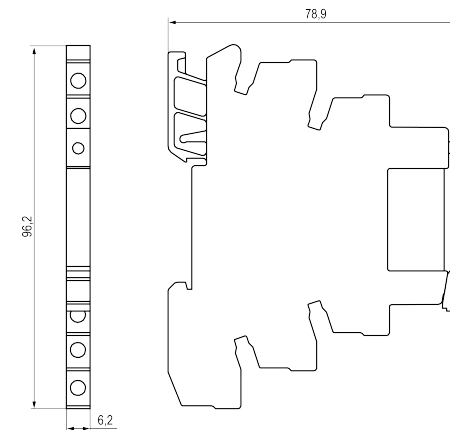

Рисунок 1 – Габаритные размеры
1. Подготовить место на DIN-рейке для установки согласно габаритному чертежу (см. рисунок 1).